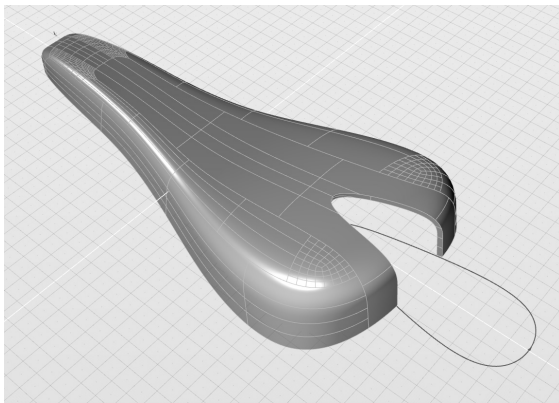

图 7-80 以曲线修剪车座实体
4) 激活“修剪”工具 ，使用刚刚创建的圆曲线，对车座实体进行修剪，如图 7-80 所示。